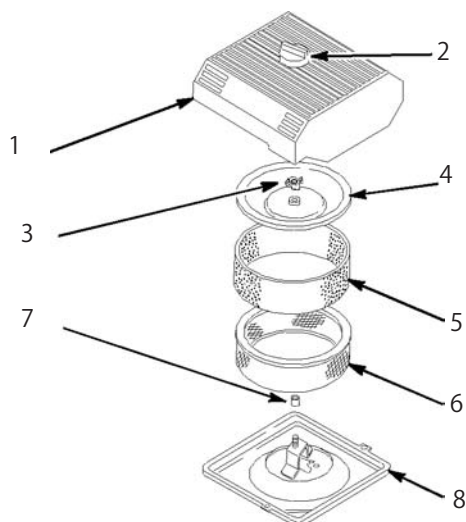

図28
3. エア・クリーナを外したときエンジン内部に異物が入らないよう、周辺をきれいに拭く(図28)。
4. エア・クリーナのカバーのノブをゆるめてカバーを外す(図28)。
5. ペーパー・エレメントからスポンジ・エレメントを注意深く取り外す(図28)。
6. カバー・ナットを外し、カバーとペーパー・エレメントを外す(図28)。
1. ペーパー・エレメントにスポンジ・エレメントを注意深く取り付ける(図28)。
3. カバー・ナットを取り付けて指締めする(図28)。
4. カバーとノブとを取り付ける (図28)。